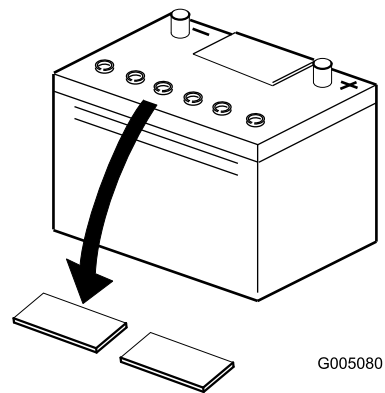

Figura 6
2. Pulite la parte superiore della batteria e togliete i tappi di sfato (Figura 6).